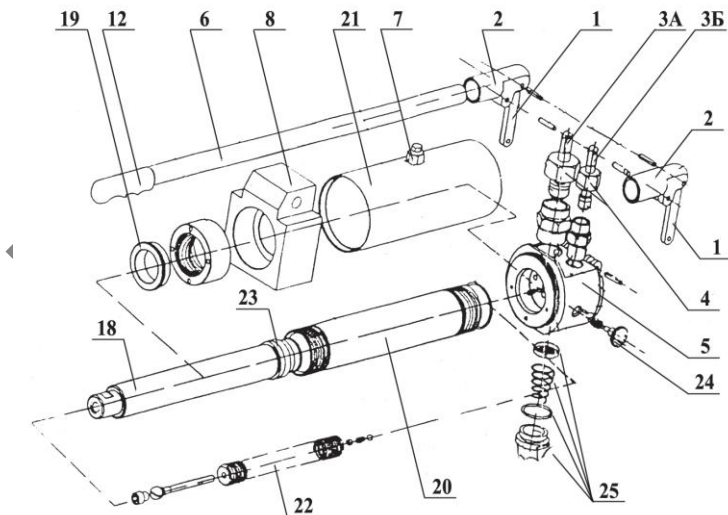
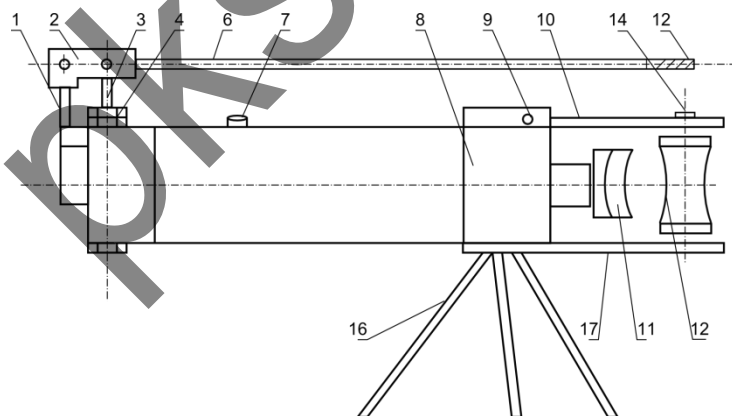

Рис.1
Рис. 2
Трубогиб ручной (ТГ) с встроенными гидронасосами (см. Рис.1, Рис. 2) состоит из корпуса с рабочим цилиндром (5), верхней траверсы (10), нижней траверсы (17), упоров (13), 3-х опор (16), рукоятки насосов низкого и высокого давления (6) (ТГ-1 имеет один насос) и прилагаемых шаблонов (11). На нижней стороне корпуса (5) находится сливная пробка масляного резервуара с прижимной пружиной, уплотнительным кольцом и фильтром (25). Сетчатый фильтр прижимается к корпусу (5) пружиной, чем обеспечивается проход очищенного масла из масляного резервуара во всасывающуюся полость насоса.
1 – ограничительный рычаг рукоятки насоса	2 шт (Рис. 1,2)
2 – держатель рукоятки насоса	2 шт (Рис. 1,2)
3А – шток насоса высокого давления	1 шт (Рис. 1,2)
3Б – шток насоса низкого давления	1 шт (Рис. 1,2)
4 – прижимная гайка плунжера насоса	2 шт (Рис. 1,2)
5 – корпус насосов высокого и низкого давления	1 шт (Рис. 1,2)
6 – рукоятка насоса	1 шт (Рис. 1,2)
7 – заливная горловина с пробкой масляного резервуара	1 шт (Рис. 1,2)
8 – корпус трубогиба	1 шт (Рис. 1,2)
9 – палец	1 шт (Рис. 2)
10 – верхняя траверса	1 шт (Рис. 2)
11 – шаблон	1 шт (Рис. 2)
12 – резиновый наконечник рукоятки	1 шт (Рис. 2)
13 – упор	2 шт (Рис. 2)
14 – ось упора	2 шт (Рис. 2)
16 – опора	3 шт (Рис. 2)
17 – нижняя траверса	1 шт (Рис. 2)
18 – шток трубогиба	1 шт (Рис. 1)
19 – резиновое уплотнительное кольцо	1 шт (Рис. 1)
20 – рабочий цилиндр трубогиба	1 шт (Рис. 1)
21 – масляный резервуар трубогиба	1 шт (Рис. 1)
22 – возвратная пружина штока трубогиба	1 шт (Рис. 1)
23 – манжета	1 шт (Рис. 1)
24 – выпускной клапан трубогиба	1 шт (Рис. 1)
25 – сливная пробка масляного резервуара с прижимной пружиной, уплотнительным кольцом и фильтром	Рис. 1